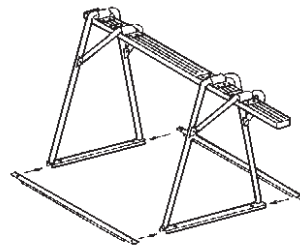

Fig.2
3. Retournez le chevalet pour le replacer en position de travail et ajoutez les deux barres d'assemblage en les fixant avec les quatre boulons et l'écrou (cf. fig.2).